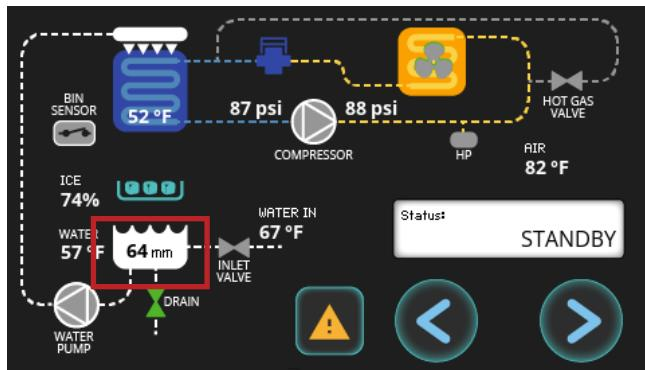

Fig. 2. El nivel del agua marca 63 mm +/- 2 mm.
6. En la pantalla de información, verifique que el nivel del agua indique 63 mm (+/- 2 mm). Consulte la fig. 2.